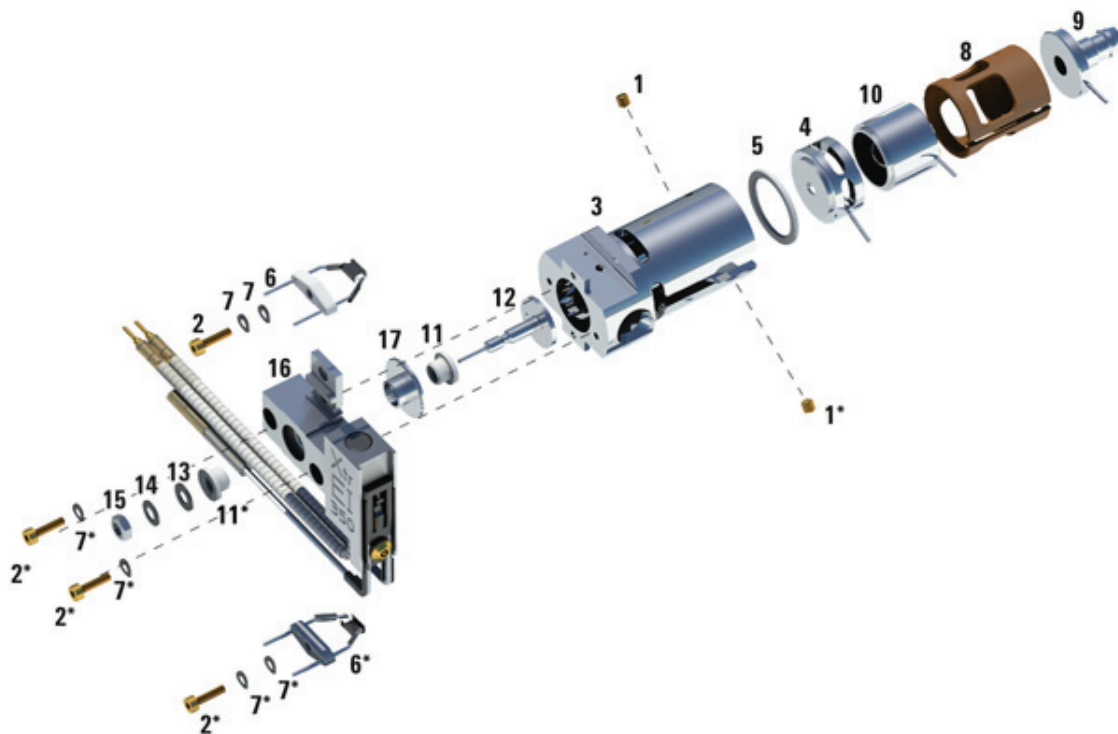

图 66. 组装 EI Hydro 惰性离子源
在使用此步骤时, 请参考分解部件视图 (图 66) 和 Hydro 惰性部件列表 (表 27 (第 185 页))。
- 3 按 图 66 (第 185 页) 中所示顺序将入口透镜和离子聚焦透镜插入绝缘体。
表 27 EI Hydro 惰性离子源部件列表 (图 66)
表 27 EI Hydro 惰性离子源部件列表 (图 66) (续)